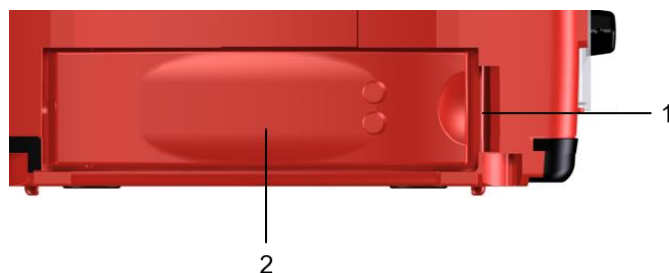

Fig. 10 DefiMonitor XD - Rimozione dell'accumulatore
- Premere il tasto di sbloccaggio, Fig. 10 (1) verso destra fino a quando l'accumulatore (2) non è sbloccato e non sporge leggermente dal vano.
- Far oscillare l'accumulatore (2) in avanti e rimuoverlo.